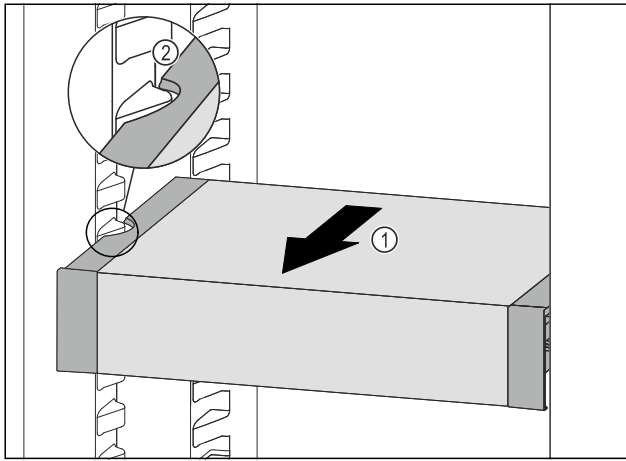

Fig. 90
- ▶ VarioSafe nach vorne ziehen Fig. 90 (1), bis sich die seitlichen Aussparungen des VarioSafes auf Höhe der Behälterterrippe im Kühlteil befinden. Fig. 90 (2)